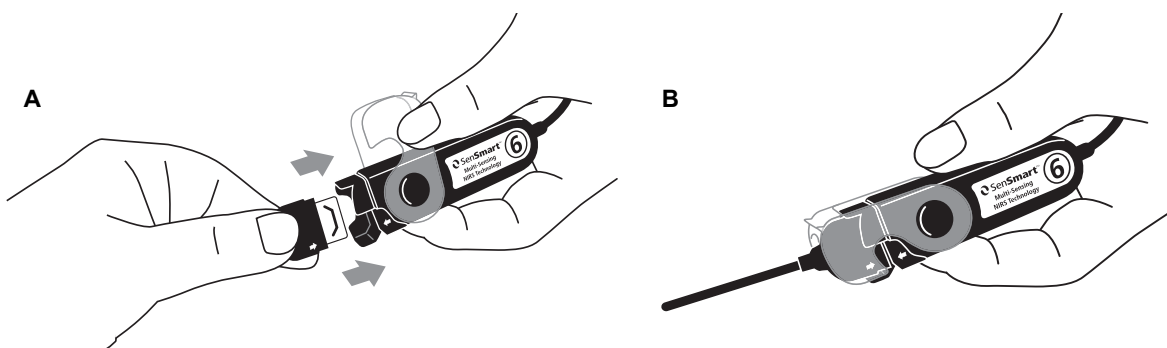

Figura 12. Collegamento del cavo intermedio o del sensore al processore del segnale
- b. Allineare la freccia sul connettore del cavo INT-100 a quella sul processore di segnale (A nella figura 12). Inserire il connettore del cavo INT-100 nella porta di connessione del processore di segnale.
- c. Ripiegare il blocco sopra il connettore e farlo scattare in posizione (B nella figura 12).
- b. Allineare la freccia sul connettore del sensore a quella sul processore di segnale (A nella figura 12). Inserire il connettore del sensore nella porta di connessione del processore di segnale.
- c. Ripiegare il blocco sopra il connettore del sensore e farlo scattare in posizione (B nella figura 12).